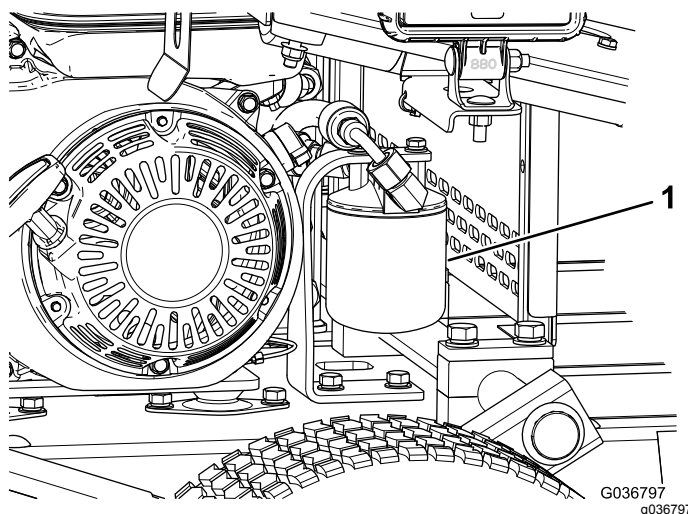

Рисунок 37
5. Поместите сливной поддон под фильтр, а затем снимите фильтр (Рисунок 37).